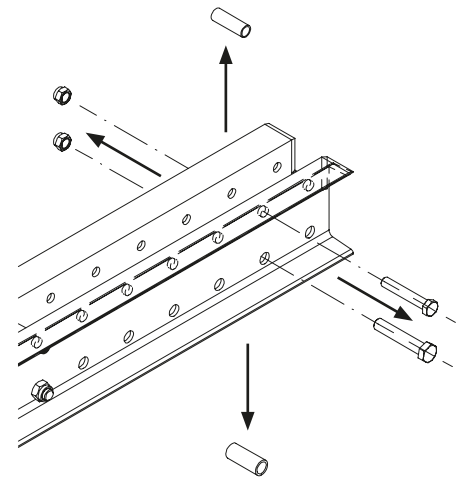

Fig. B2.01b
5. Rimuovere i distanziatori esterni. (Fig. B2.01b)
- Dopo aver rimosso le viti, devono essere lasciate libere sei file di fori fino alla rimozione della coppia di viti successiva. (Fig. B2.01b)